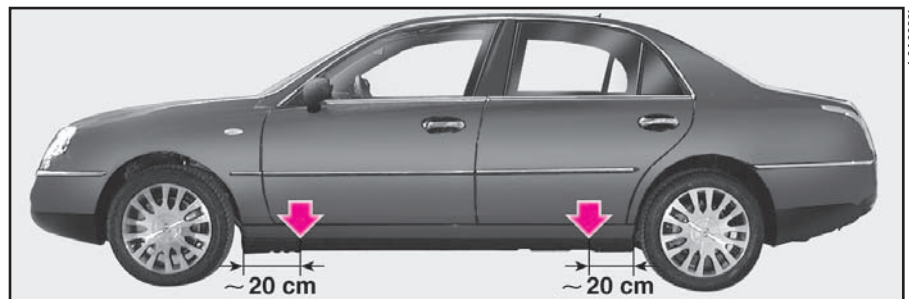

fig. 12
13) Posizionare il cric sotto la vettura vicino alla ruota da sostituire, in corrispondenza del riferimento riportato sul copribrancardo a circa 20 cm dal bordo del parafrangente, come illustrato in (fig. 12).